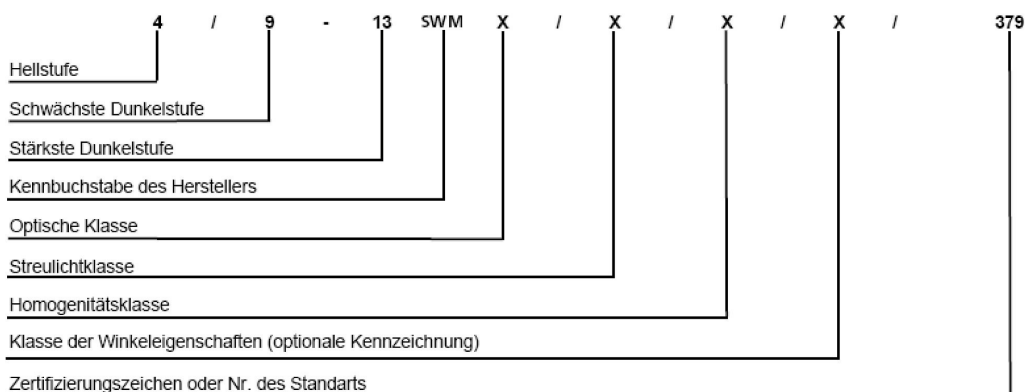

Fig. 8: Clasificación para la protección ocular
1. Retirar el soporte del filtro de la carcasa (fig. 8) girando los centros de dirección de bloqueo.
1. El casete de filtro de la carcasa del casco eliminar (Fig.8). El extremo superior de la carcasa del filtro doblar para tomar el cartucho de filtro del marco.